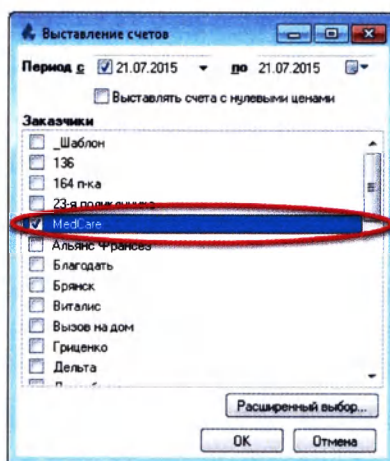

Рисунок 10.5
5. Выберите заказчика или несколько заказчиков (Рисунок 10.5):